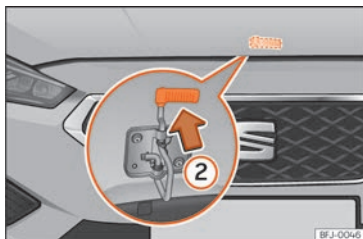

Fig. 221 Came sous le capot.
- Pour ouvrir le capot, appuyez sur la came située sous le capot »» fig. 221 ②. Le crochet de fixation est alors déverrouillé.